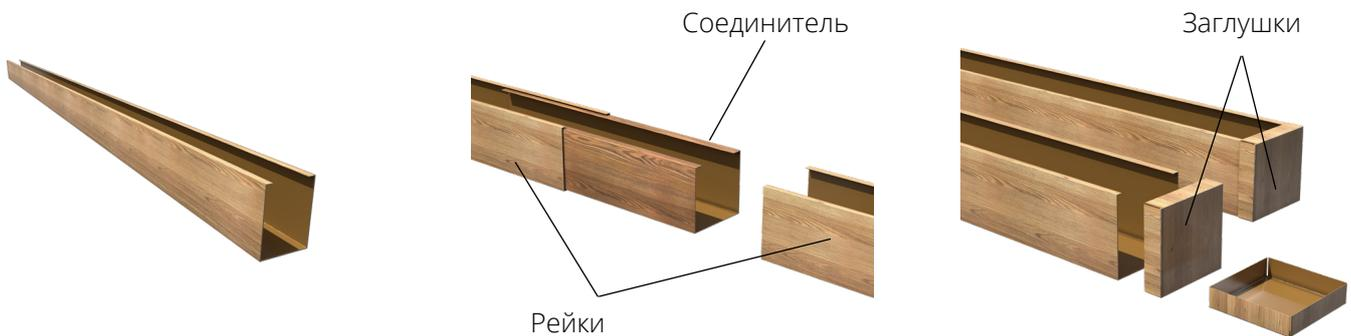

Рис. 1
- Кубообразная рейка (Рис. 1) – из этих реек собирается потолок.